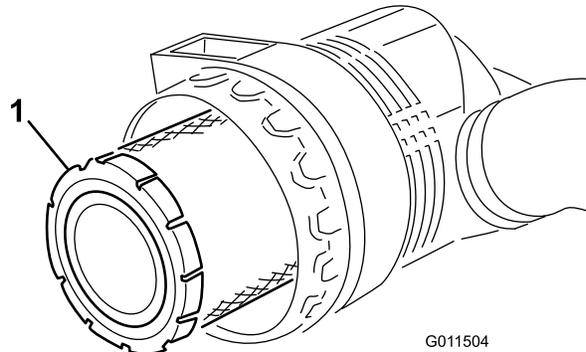
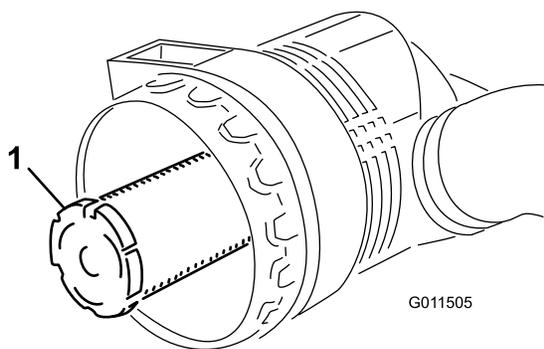

Рисунок 49
Рисунок 50
3. Снимите фильтр грубой очистки (Рисунок 49). Очищать использованный элемент не рекомендуется из-за возможности повреждения фильтрующей среды. Проверьте новый фильтр на отсутствие повреждений при транспортировке, осмотрев уплотнительный конец фильтра и корпус. Не используйте поврежденный фильтрующий элемент. **Не** снимайте контрольный фильтр (Рисунок 50).
Внимание: Никогда не пытайтесь очистить контрольный фильтр (Рисунок 50). Заменяйте контрольный фильтр новым после каждых трех обслуживаний фильтра грубой очистки.
4. Замените фильтр грубой очистки (Рисунок 49).